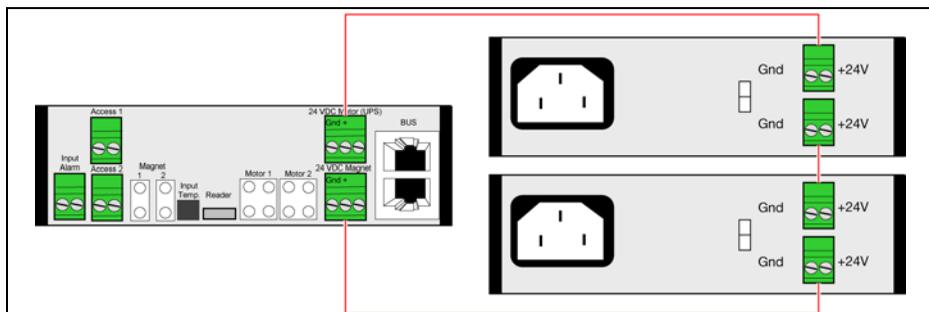

Рис. 4: Схема подключения питания
- Затем соедините оба блока питания между собой через неиспользуемый разъем для блока питания (рис. 4).